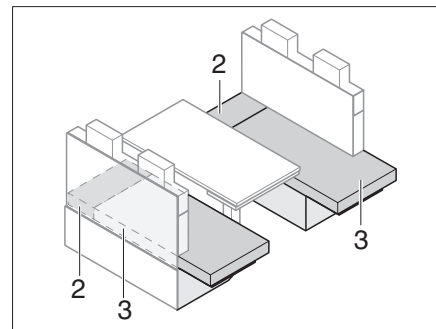

Bild 150 Nach dem Vergrößern
- Sitzpolster (Bild 150,3) auf die Sitzbankverlängerung ziehen.
- Zusatzpolster (Bild 150,2) zwischen die Sitzpolster (Bild 150,3) und die Außenwand legen.
- Zusatzpolster (Bild 150,2) entfernen.
- Sitzpolster (Bild 150,3) auf die Sitzbank ziehen.